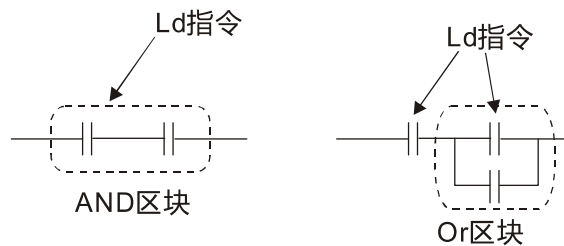

图 16-30
**LD (LDI) 命令：**一区块的起始给予 LD 或 LDI 的命令。如下图 16-30 所示：